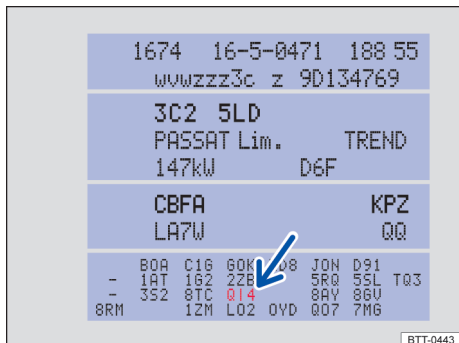

Fig. 186 Etiqueta de dados do veículo com número PR do respectivo serviço (Representação esquemática).
- No número PR da etiqueta de dados do veículo → Fig. 186 (seta).